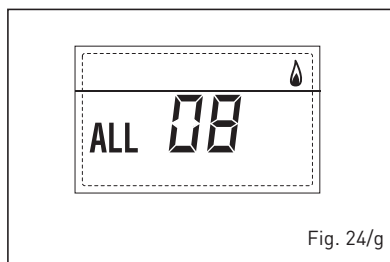

Fig. 24/g
- ANOMALIA CIRCOLAZIONE ACQUA "ALL 09" (fig. 24/h)